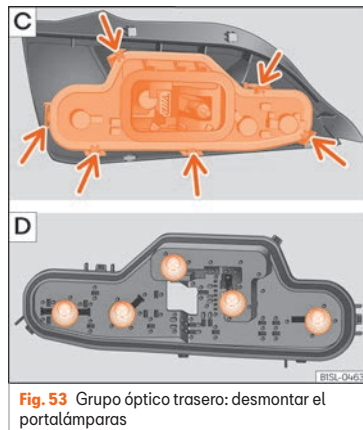

Fig. 53 Grupo óptico trasero: desmontar el portalámparas
- Desbloquee el portalámparas en las bridas de bloqueo (flecha) » » » **fig. 53 [C]** y extraiga el portalámparas de la luz trasera.
- Sustituya la lámpara averiada por una lámpara nueva idéntica » » » **fig. 53 [D]**.
- Coloque el portalámparas en el grupo óptico trasero. Las lengüetas de bloqueo (flecha) deben encastrar de forma audible » » » **fig. 53 [C]**.